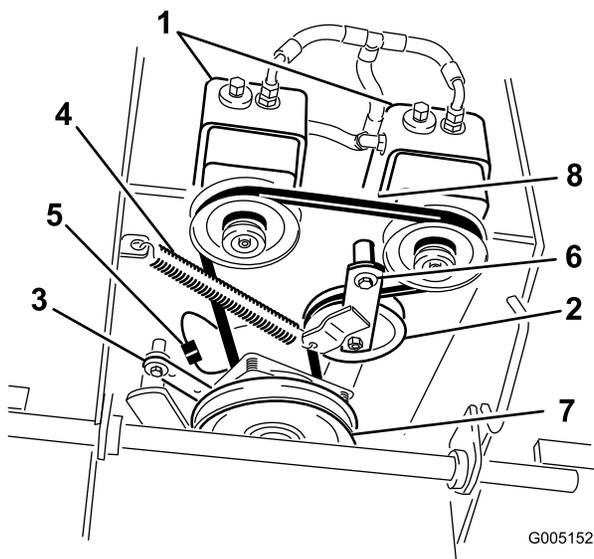

Figure 52
6. Détachez le dispositif de retenue de l'embrayage du plancher moteur (Figure 52).
7. Décrochez le ressort de la poulie de tension du châssis (Figure 52).
9. Placez le ressort de tension entre le bras de la poulie de tension et la patte du bâti (Figure 52).
10. Reposez le dispositif de retenue de l'embrayage sur le plancher moteur (Figure 52).